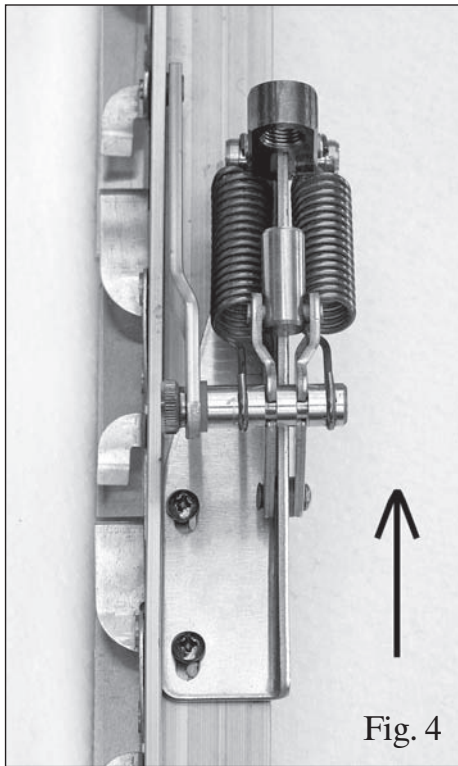

Fig. 4
7. Den Öffner mit den mitgelieferten selbstschneidenden Schrauben befestigen, aber vorerst nur lose – siehe Abb. 4.